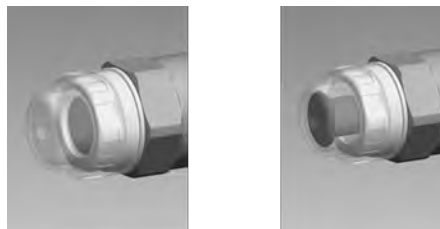

Fig. 10: Capteur visuel de rupture de la membrane, non déclenché et déclenché
Dans les capteurs de rupture **visuels**, le cylindre rouge (6) noyé est éjecté vers l'avant sous le couvercle transparent (7) et devient alors clairement visible. Voir la Fig. 10.